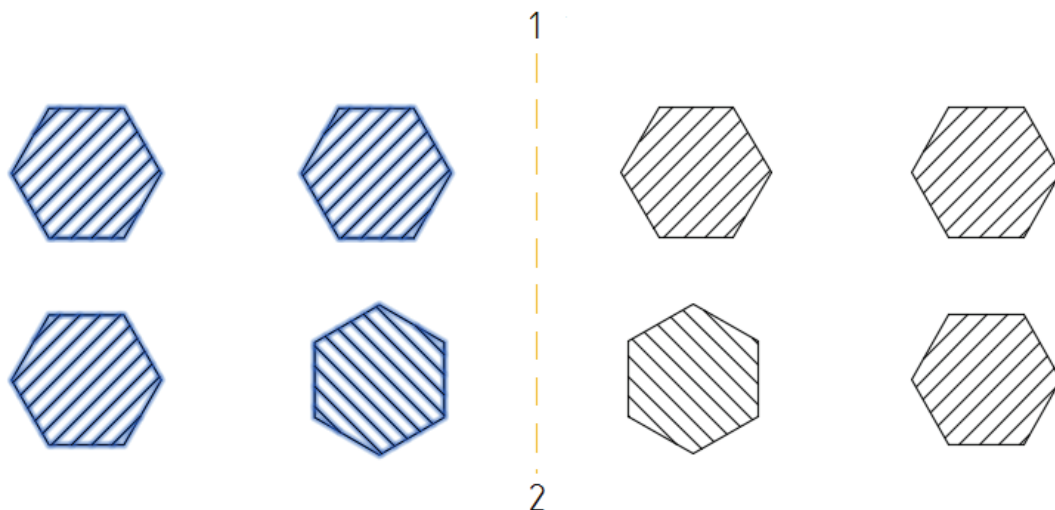

Рис. 2.2.3. Результат выполнения команды **Отразить зеркально**
Лента → Главная → Редактирование → Зеркало (рис. 2.2.3.).
**ЗЕРКАЛО** Первая точка оси отражения: укажите первую точку 1 вертикальной оси отображения (см. рис. 2.2.3). Включите режим **ОРТО** .
**ЗЕРКАЛО** Первая точка оси отражения: Вторая точка оси отражения: укажите вторую точку 2 вертикальной оси отображения (рис. 2.2.3).